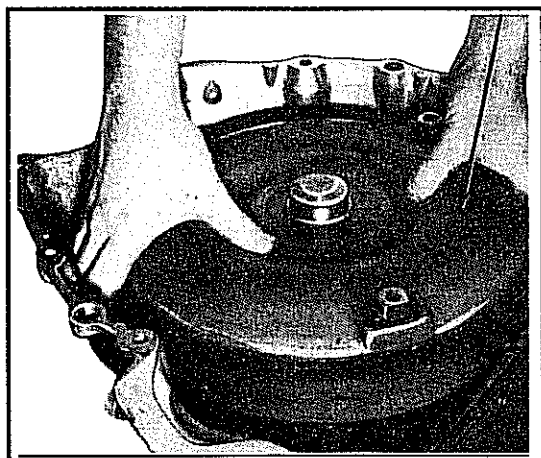

Abb. 10-28 Entfernen des Drehmomentwandlers
- Mit dem Getriebe in der Haltevorrichtung J-8763 den Drehmomentwandler entfernen. Siehe Abb. 10-28.